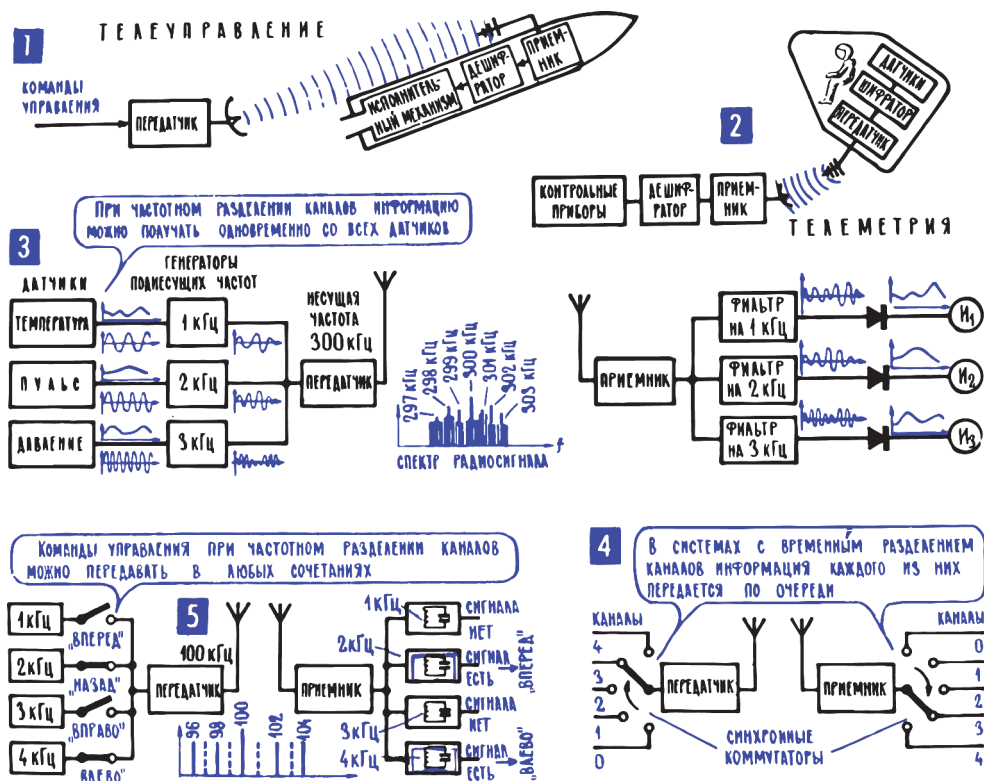
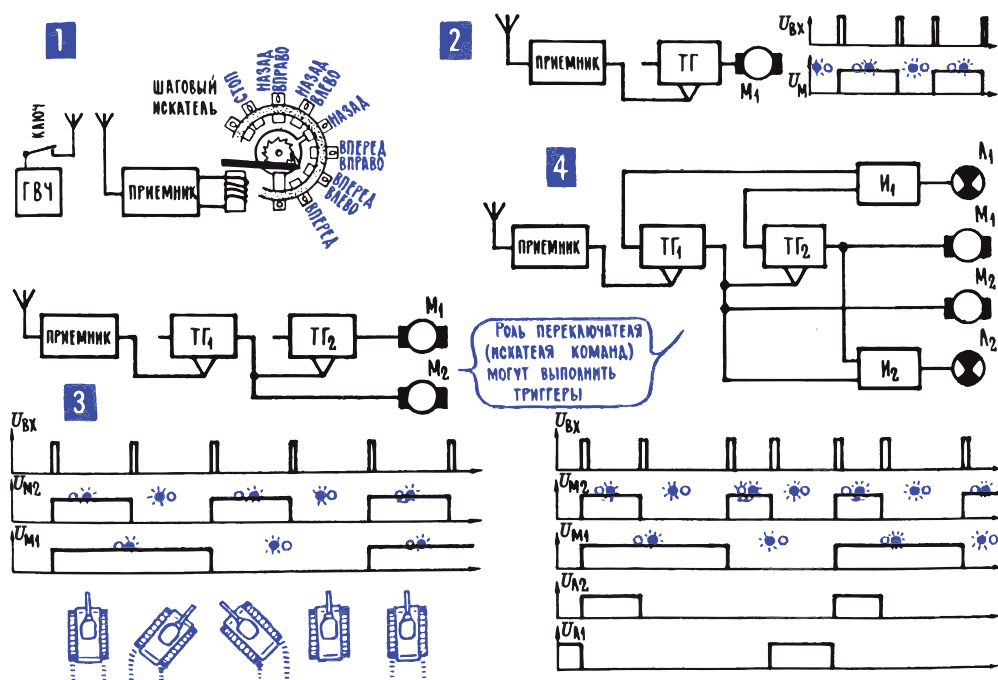

Рис. 15.6. Телеуправление
Рис. 15.7. Телеметрия
**9. Если управляющий автомат и объект управления находятся на большом расстоянии, им на помощь приходит телеуправление и телеметрия.** Слова «телеметрия» и «телеуправление» (рис. 15.6; рис. 15.7) особенно часто приходится слышать в последнее время, когда в широких масштабах осуществляются полеты самых разных космических кораблей. На этих кораблях всегда есть собственные, или, как их называют, автономные,
Системы телеуправления и телеметрии почти всегда многоканальные: информацию приходится собирать от многих источников и команд управления, как правило, тоже приходится передавать много. Все такие многоканальные системы можно разделить на две большие группы – с частотным и временным разделением каналов. В системе с частотным разделением информация по всем каналам может передаваться одновременно – каждому каналу отводится своя поднесущая частота, а в месте приема фильтры отделяют один канал от другого (рис. 15.6; 3, 5). Если передача ведется по проводам, то на этом дело и ограничивается, а если по радио, то все поднесущие частоты вместе со своими боковыми модулируют высокочастотный ток в радиопередатчике, и таким образом в эфир передача идет с двойной, «двухэтажной» модуляцией.
При временном разделении каналов информация в каждом из них передается поочередно, а на передающей и приемной сторонах есть быстросрабатывающие синхронные коммутаторы, которые подключают нужный комплект аппаратуры поочередно к линии связи (рис. 15.6; 4). В радиоуправляемых моделях часто используют упрощенную разновидность временного разделения – кодирование числом импульсов (рис. 15.7; 1). На самой модели устанавливают шаговый искатель или некоторое его подобие, а с передатчика направляют строго определенное число импульсов. Если
известно, в каком положении стоит шаговый искатель, то, передав нужное число импульсов, можно его заставить сделать нужное число шагов и включить желаемую команду. А после того как команда будет выполнена, определенным числом импульсов вернуть шаговый искатель в исходное положение. Чтобы шаговый искатель «по дороге» не запускал другие исполнительные механизмы, можно сделать так, что он будет отключаться от них на время движения подвижного контакта. Используя триггеры и логические элементы И, ИЛИ и НЕ, можно собирать и электронные переключатели команд для систем импульсного телеуправления. Простейшие из них показаны на рис. 15.7; 2, 3, 4.
Ключевая особенность схемы, приведенной на рис. 15.6; 2, состоит в очень большой зоне гистерезиса, то есть различии порогов срабатывания на включение и выключение. При указанных на схеме величинах резисторов  $R_3$ – $R_5$  она будет составлять не менее 3 В, то есть примерно 25 % от напряжения питания. То есть автомат будет включаться при гораздо меньшей освещенности, чем выключаться, что гарантирует нас от срабатываний при случайных колебаниях освещенности. Дополнительную защиту вносит конденсатор  $C_1$ , фильтрующий наведенные помехи, – кроме простой фильтрации, он вместе с резисторами  $R_1$  и  $R_2$  еще и обеспечивает задержку срабатывания порядка нескольких секунд. Все эти меры вместе обеспечивают надежную фиксацию включенного или выключенного состояния реле и предотвращают его дребезг.